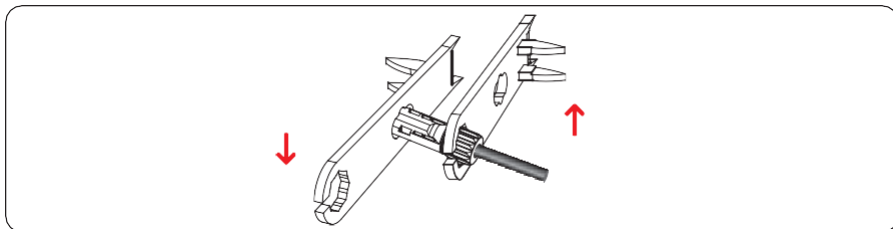

Figura 5.13 Fijación de los conectores
**Paso 4** Apriete las contratuercas de los conectores positivo y negativo con una llave de extracción, tal como se indica en la figura 5.13.